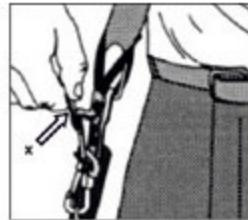

Рис. 11
**ВНИМАНИЕ:** Этот ремень оснащен предохранительным устройством, позволяющим в экстренной ситуации немедленно отсоединить ремень от триммера. Для этого с усилием потяните за красный зажим «Х» (рис. 11) ремня. После этого ремень автоматически отсоединится от удерживающего устройства (рис. 11).